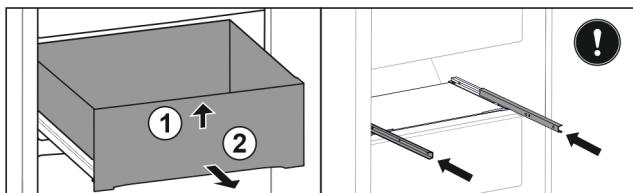

Fig. 28 *
- Zásuvku nadzvedněte vpředu Fig. 28 (1).*
- Odeberte směrem dopředu Fig. 28 (2).*